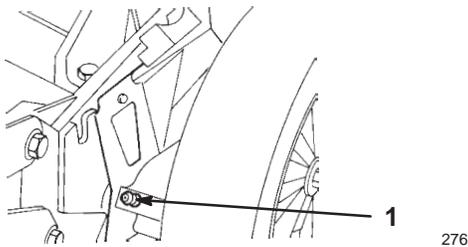

Bild 22
5. Wischen Sie die Schmiernippel mit einem sauberen Lappen ab (Bild 22).